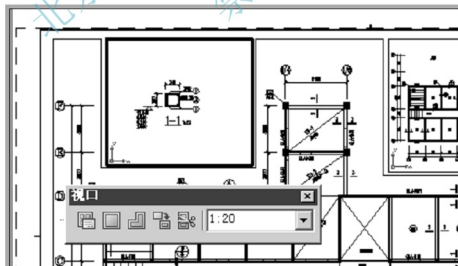

图 5.96 调整视图并设置出图比例
⑤ 将左上角视口设为当前视口，并用【窗口放大】命令调整至只显示“1—1 断面图”的状态，如图 5.96 所示。最后在【视口】工具栏右侧的文本框内设置该图的出图比例为 1 : 20。
由于前面在【页面设置管理器】内已经对打印设备、图纸尺寸和打印比例进行了设置，所以图 5.96 的【打印-布局 1】对话框内不需做任何设置。